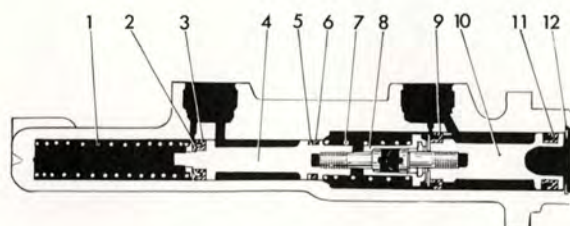

Bild 5-1. Huvudcylinder
Sammankopplingen av sekundärkolven (4, bild 5-1, och primärkolven (10) görs med en kopplingshylsa (8). Genom denna konstruktion blir bromspedalens utslag endast obetydligt större vid ett eventuellt bromskrets bortfall än normalt, dvs. när båda kretsarna är intakta. Dessutom blir trycket dubbelt så högt mot normalt i den fungerande kretsen. Tillsammans gör detta att ett ev. bromskrets bortfall inte kommer att kännas nämnvärt för bilföraren.